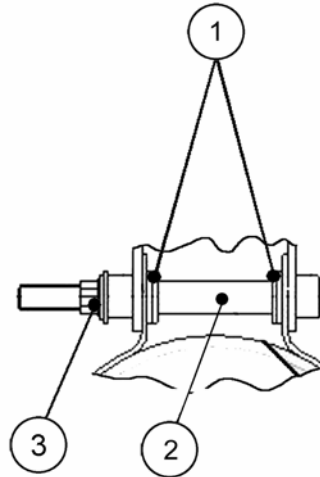
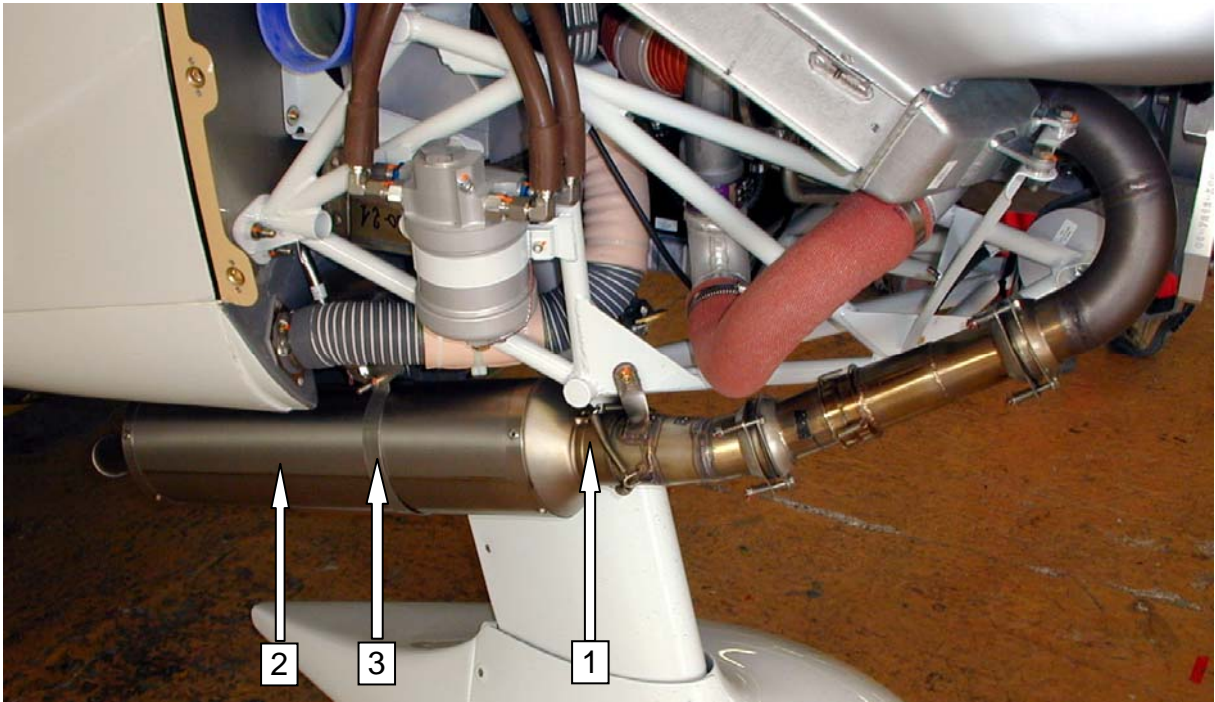

Bild 3/ Figure 3
Bild 4/ Figure 4
6. Den Schalldämpfer an der gedämpften Aufhängung befestigen. Siehe Bild 3 and Bild 4.
Es ist möglich die Schellenbefestigung anzupassen durch eine oder beide Unterlegscheiben zu entfernen (Bild 3, Punkt 1) neben dem Distanzring (Bild 3, Punkt 2). Die entfernten Ringe müssen unter der Mutter angebracht werden. Siehe Bild 3, Punkt 3.
7. Die vier Federn installieren (Fig. 4, Punkt 1). Die Position der Schelle nach Bedarf anpassen. Die Schraube und Mutter der Schellenbefestigung festziehen.
6. Position and attach the muffler to the dampened support using one of the two bolts previously removed, see Fig. 3 and Fig. 4.
It is possible to adjust the muffler clamp by removing one or two washer(s) (Fig. 3, item 1) located on each side of the spacer (Fig. 3, item 2). To keep the tightening length, install the removed washers under the nut (Fig. 3, item 3).
7. Install the 4 holding springs (Fig. 4, item 1). Adjust the position of the muffler clamp as required and tighten the nut/bolt on the damped support.